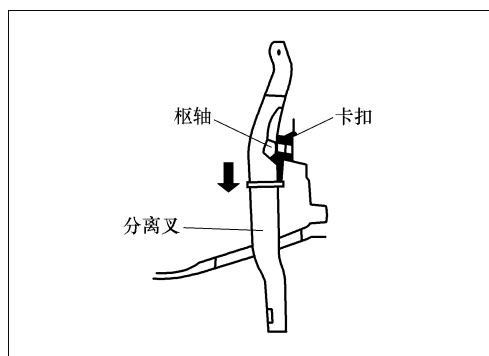

图 3-13 滑动分离叉方向
2) 分离叉拆卸检修点。沿图 3-13 所示的箭头方向滑动分离叉，从卡扣脱开枢轴以拆下分离叉。应注意不要朝箭头以外的方向推分离叉，否则会损坏卡扣，用力将分离叉拆下。
① 离合器盘部件